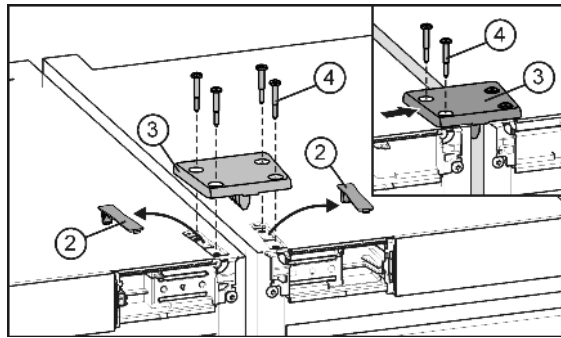

Fig. 5
▶ Звільніть і зніміть кришки Fig. 5 (2).
▶ Встановіть з'єднувальну пластину Fig. 5 (3) та прикріпіть її до одного пристрою за допомогою двох гвинтів Fig. 5 (4).